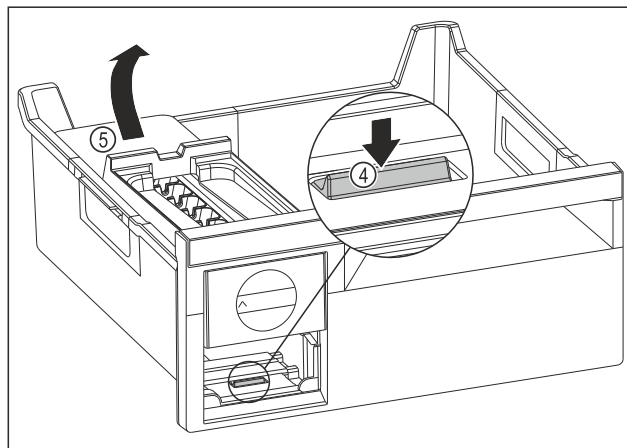

Fig. 91
- ▶ Izvadite tijelo sustava EasyTwist-Ice: Pritisnite jezičak Fig. 91 (4) prstom prema dolje i istovremeno drugom rukom podignite tijelo sustava EasyTwist-Ice Fig. 91 (5) straga.